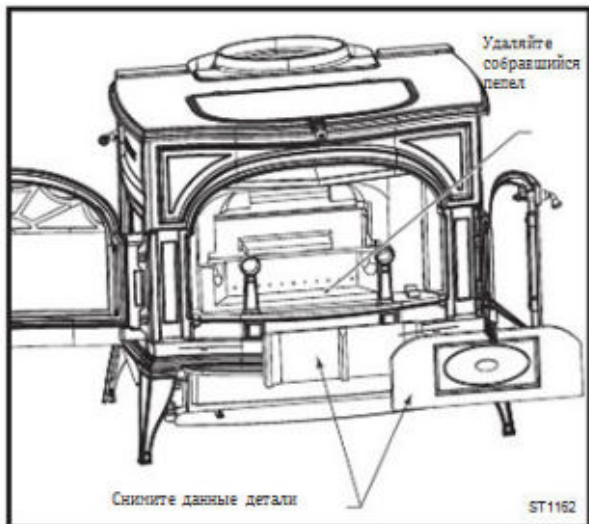

Рис. 34 Очищайте канал за камерой сгорания от накопившегося пепла
- Проверяйте камеру сгорания на засорение. Это необходимо делать вместе с ежегодной чисткой дымохода. Проверяйте канал за камерой сгорания (при помощи зеркала). При помощи насадки к пылесосу с гибким шлангом удаляйте весь накопившийся пепел. (Рис. 34)